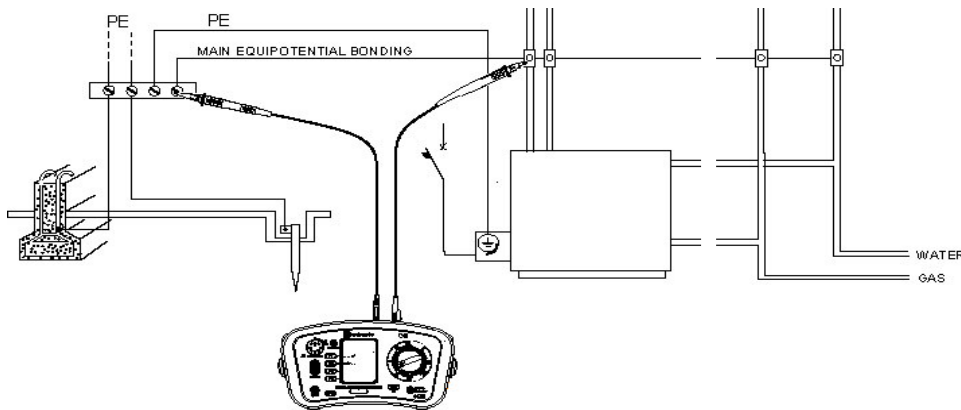

Fig.14 Exemple de test de continuité des connexions équipotentielles
- 6 Connectez les cordons au circuit dont la résistance doit être mesurée (voir Fig.14 pour une connexion typique), mais vérifiez d'abord **si le circuit est déchargé**. Si le circuit est sous tension, le message "Circuit sous tension" apparaîtra – mais vérifiez tout de même !